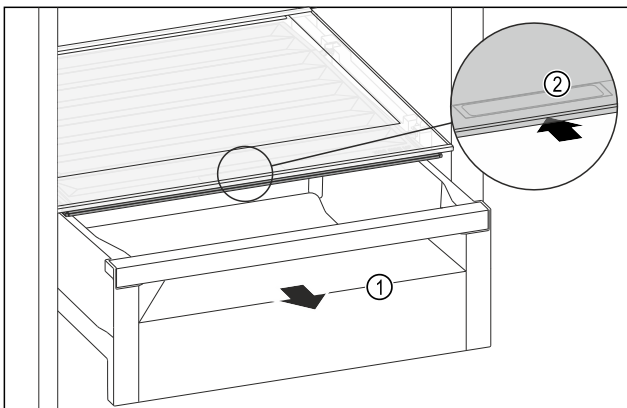

Fig. 176
- ▶ Извлеките выдвижной ящик Fig. 176 (1).
- ▶ Возьмитесь за утопленную ручку Fig. 176 (2) на крышке отделения и одновременно введите крышку отделения назад.